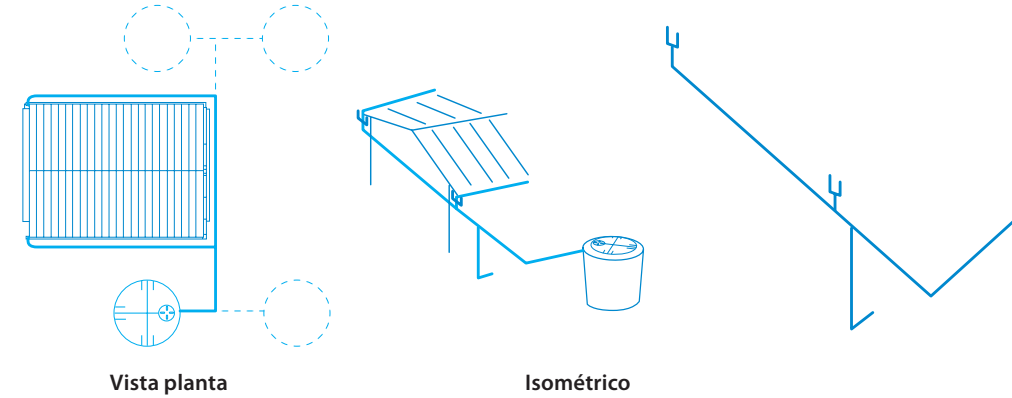

Fig. 2. Configuraciones más comunes para instalación de canaleta.
2. Una los codos mediante dos tubos de 4" y una Tee, siguiendo cualquiera de las configuraciones de la Fig. 2, cuidando que los tubos tengan una inclinación de 1.5% y que la Tee quede instalada lo más próximo al Tanque de 10,000 L.